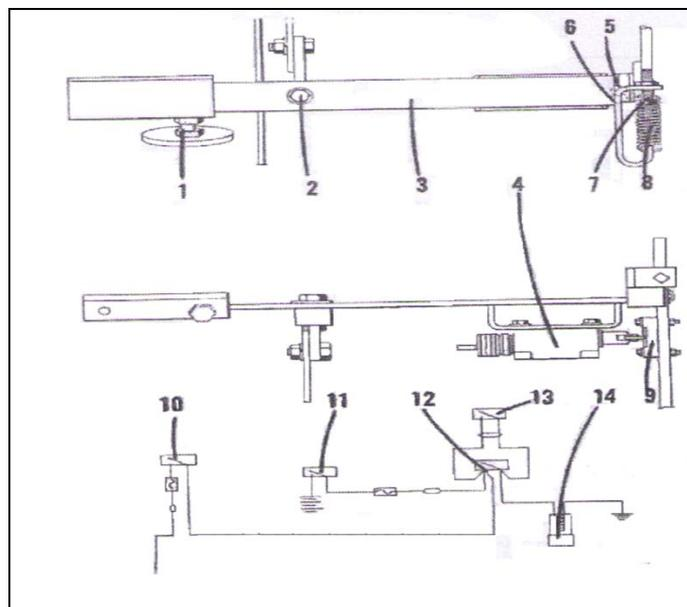

FIG. 13-19
El disparador automático de elevación de pluma es un medio de seguridad que desacoplará automáticamente el embrague de elevación pluma cuando la pluma alcanza su radio mínimo, si el dispositivo tiene un ajuste apropiado. La presión de aceite al embrague disparador de elevación pluma se en ruta a través de una válvula de solenoide, que es controlada por un micro interruptor montado en el extremo del brazo del disparador automatico. (Ver fig. 13-19). Cuando la pluma se acerca a su radio mínimo la sección de base de pluma hace contacto con el perno de viaje montado en el extremo de la varilla de disparo. La sección base empuja el brazo de arranque, moviéndose el micro interruptor lejos de la placa de percusión y permitiendo que se rompa el contacto.
- (a) Con la pluma apoyada en el suelo, mueva el switch con la mano (Ver Fig. 13-19).